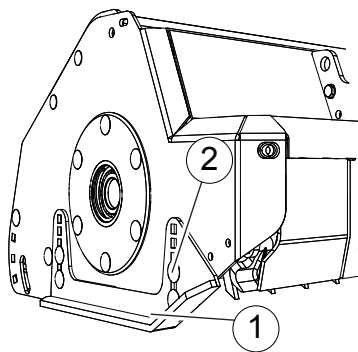

Fig.71
- Svitare le viti (2, "Fig.71").
- Sollevare o abbassare le slitte (1, "Fig.71").
- Avvitare le viti (2, "Fig.71").
- Unscrew the screws (2, "Fig.71").
- To lift or to lower the sleighs (1, "Fig.71").
- Tighten the screws (2, "Fig.71").
- Devisser les vis (2, "Fig.71").
- Soulever ou baisser les patins (1, "Fig.71").
- Visser les vis (2, "Fig.71").
- Abschrauben Sie die Schraube (2, "Fig.71").
- Erhöhen oder senken Sie die Kufen (1, "Fig.71").
- Ziehen Sie die Schraube (2, "Fig.71").
- Destornillar los tornillos (2, "Fig.71").